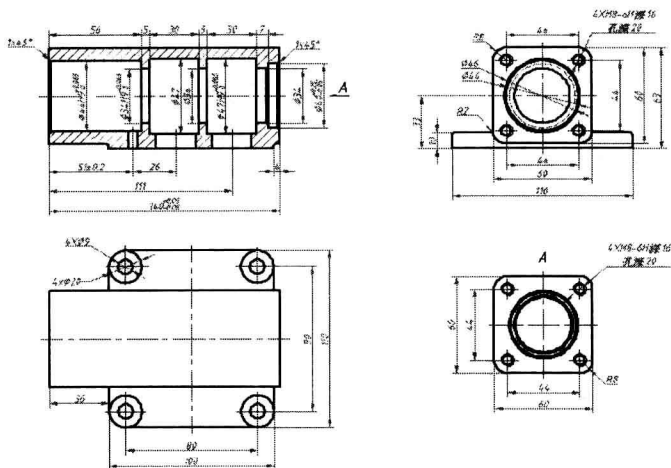

图 1-10 阀体零件视图尺寸
- 全部尺寸。所谓全部尺寸是指表达零件各部分的大小和各部分之间的相对位置关系。这是零件加工的重要依据, 也是零件图必不可少的组成部分, 阀体零件视图及尺寸, 如图 1-10 所示。